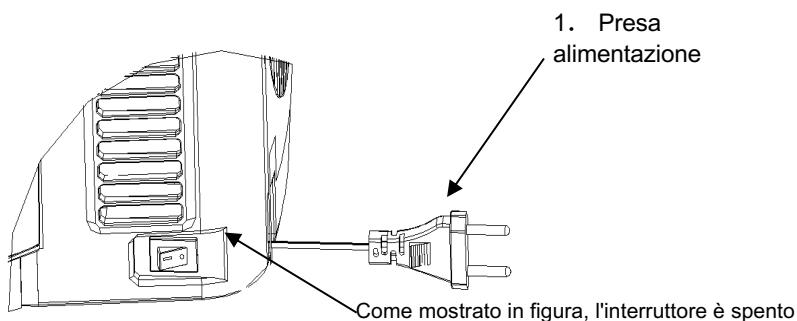

FIGURA 10
12. Coprire il coperchio superiore (vedere l'etichetta sul coperchio superiore per i dettagli). Impostare l'interruttore di alimentazione su "-" per avviare l'alimentazione e lo spillatore refrigerato per birra inizia a funzionare (impostare l'interruttore di alimentazione su 0 per disattivare l'alimentazione) (come mostrato nella Figura 10).